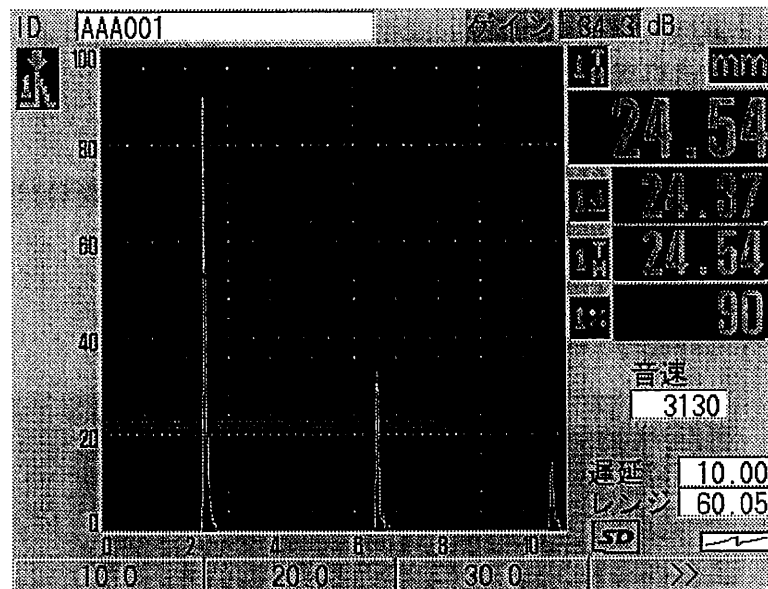

図 4-3 フルスクリーン表示
- ・ 測定値表示領域の下に有効なパラメータ領域が表示されます。この表示モードでは恒常的には表示されないパラメータを選択すると、そのパラメータがこの表示領域に表示されます。29 ページ図 4-3 にあるスクリーンショットの場合には、音速設定はここに表示されます。